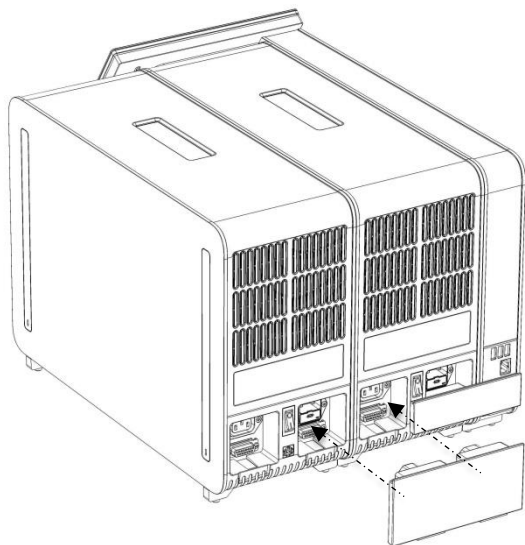

Рис. 15. Подсоединение моста для аналитического/аналитического модуля.
6. Подсоедините мост для аналитического/аналитического модуля на задней стороне QIAstat-Dx Analyzer 1.0, чтобы соединить два аналитических модуля (рис. 15).